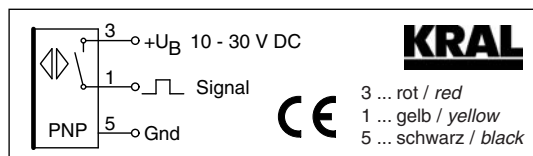

Abb. 9 Anschlussschaltbild BEG 44
7. Gewindedeckel **624.3** festschrauben. Impulsgeber anschließen, dabei Anschlussschaltbild beachten, siehe Abb. 9, Seite 30.